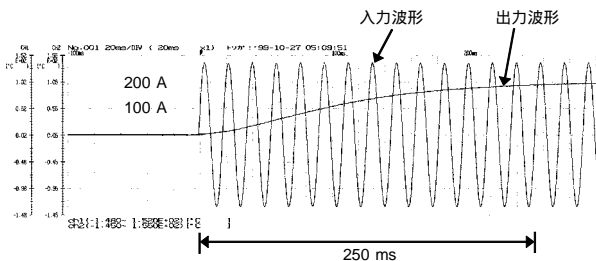

図2 出力応答波形（立上り）
- REC** 出力はアナログ出力です。f.s.入力時の出力応答時間は立上がり(0% 90% 約250ms)と立下がり(100% 10% 約500ms)で違いがあります。(図2, 3参照)また、測定値がレンジに対して小さいほど応答時間が長くなります。